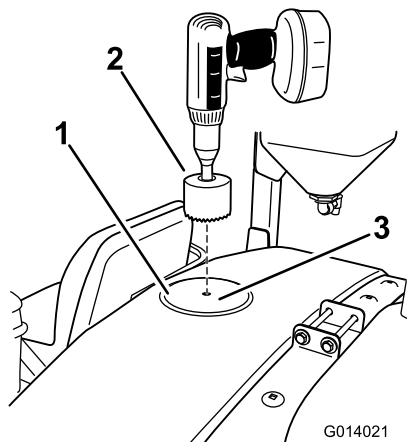

Figura 20
1. Localice la posición delantera en la parte superior del depósito según se muestra en Figura 20.
2. Utilice una broca de corona de 9 cm (3-5/8 pulgadas) para perforar un taladro en el punto marcado (Figura 20).